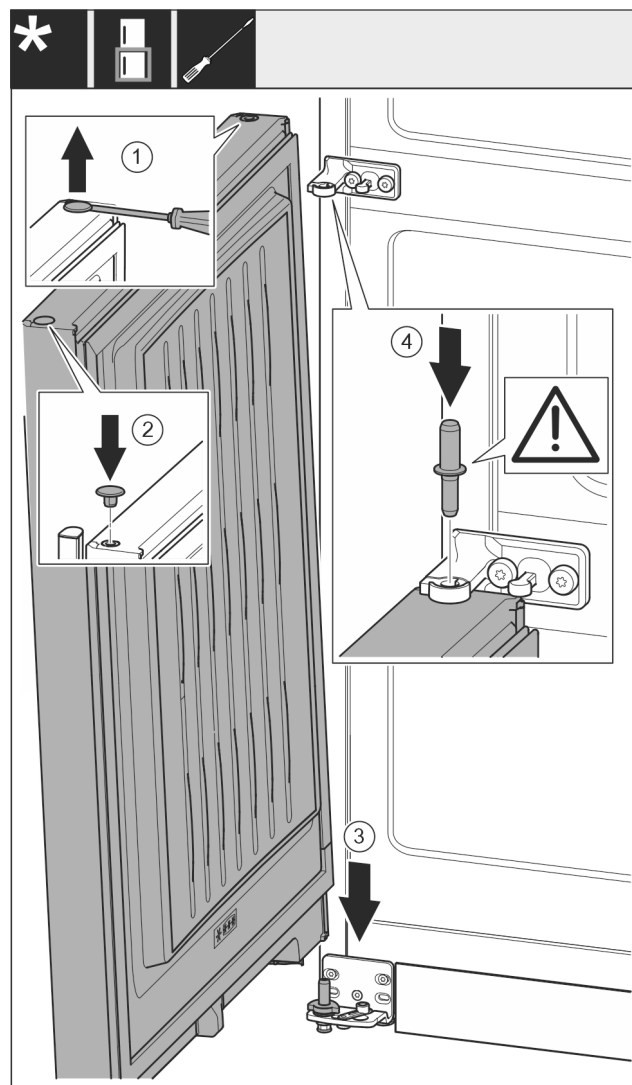

Fig. 21
- Stopfen Fig. 21 (1) vorsichtig mit einem Schlitzschraubendreher anheben und herausziehen.
- Stopfen Fig. 21 (2) auf der anderen Türseite wieder einsetzen.
- Tür Fig. 21 (3) von oben auf den unteren Lagerbolzen aufsetzen.
- Lagerbolzen Mitte Fig. 21 (4) durch Lagerbock Mitte in die untere Tür einsetzen. Dabei darauf achten, dass der Rastnocken nach hinten zeigt.